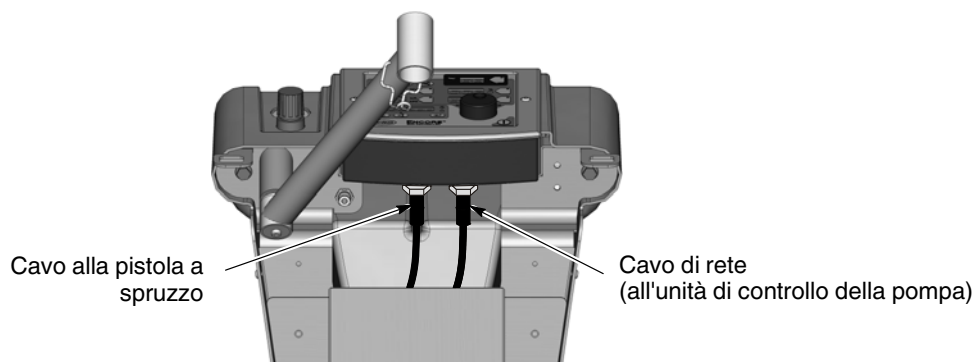

Figura 3-7 Collegamento del cavo della pistola a spruzzo al controller del sistema - nell'illustrazione il sistema mobile
1. Sistema mobile: vedi figura 3-7. Posare il cavo della pistola di spruzzo nel retro della torre del carrello e verso l'alto attraverso il davanti in alto. Questo permette all'utente di unire in un fascio il cavo con i tubi di tratto e di pulizia con aria dell'elettrodo.